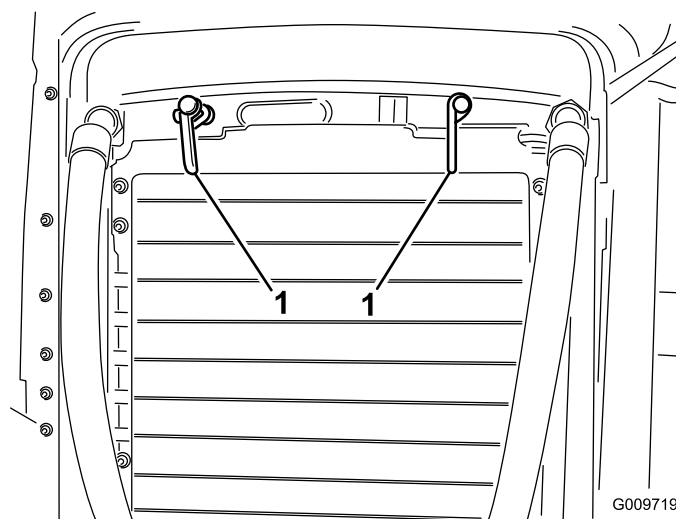

Figura 77
2. Rode os trincos (Figura 77) que fixam o dispositivo de arrefecimento de óleo ao chassis.